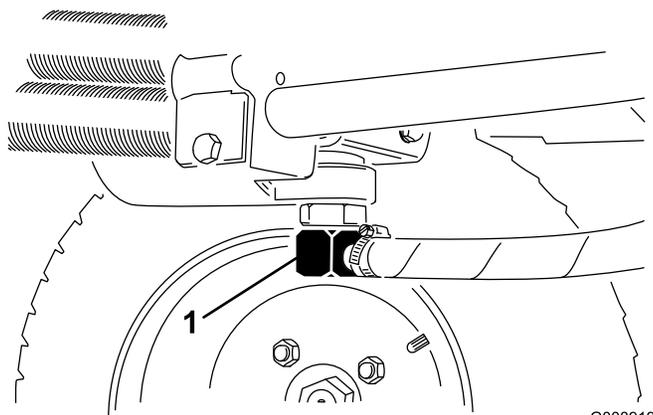
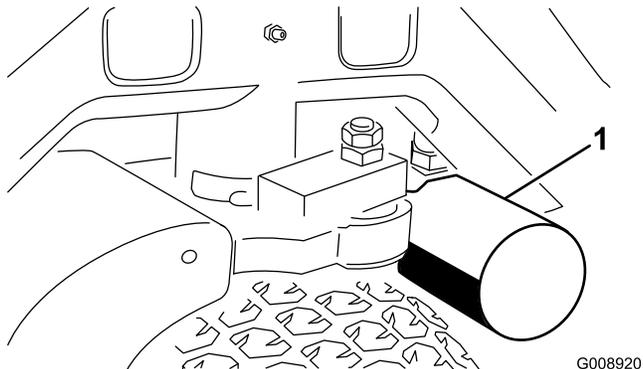

Figure 75
Figure 76
2. Débranchez la conduite hydraulique (Figure 75) ou enlevez le filtre hydraulique (Figure 76) et laissez couler l'huile dans un bac de vidange.
4. Placez un bac de vidange sous le filtre (Figure 76) et enlevez le filtre.